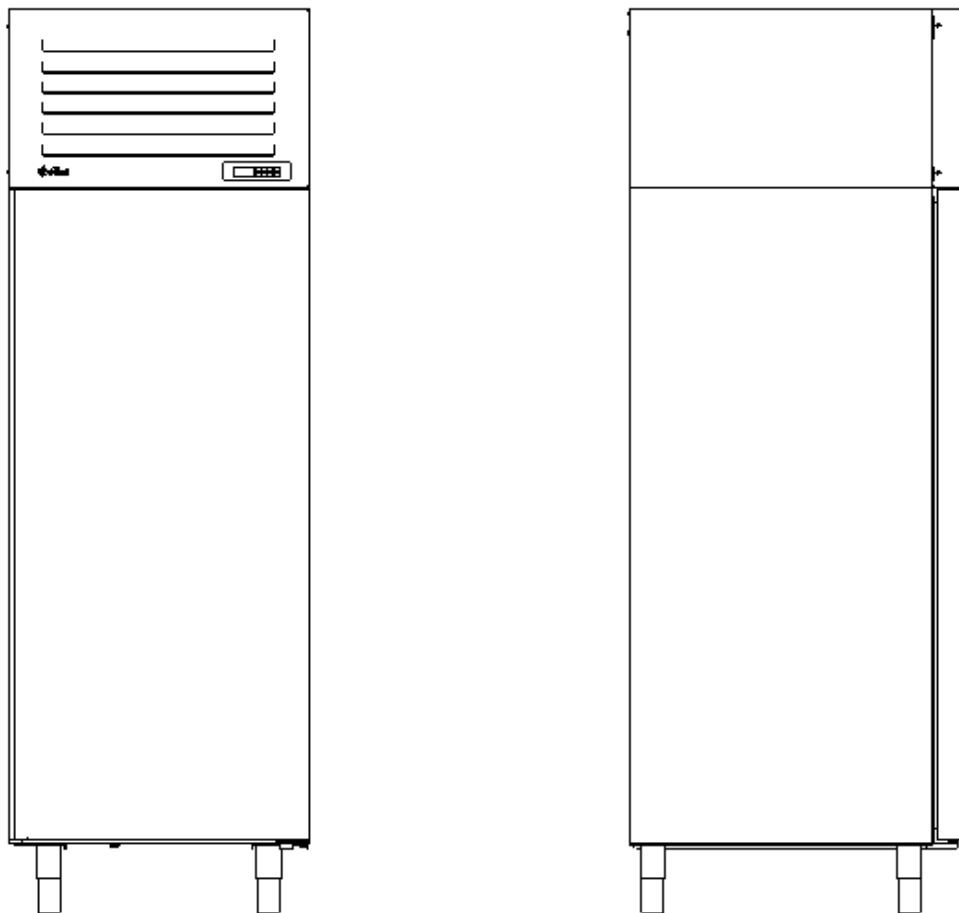
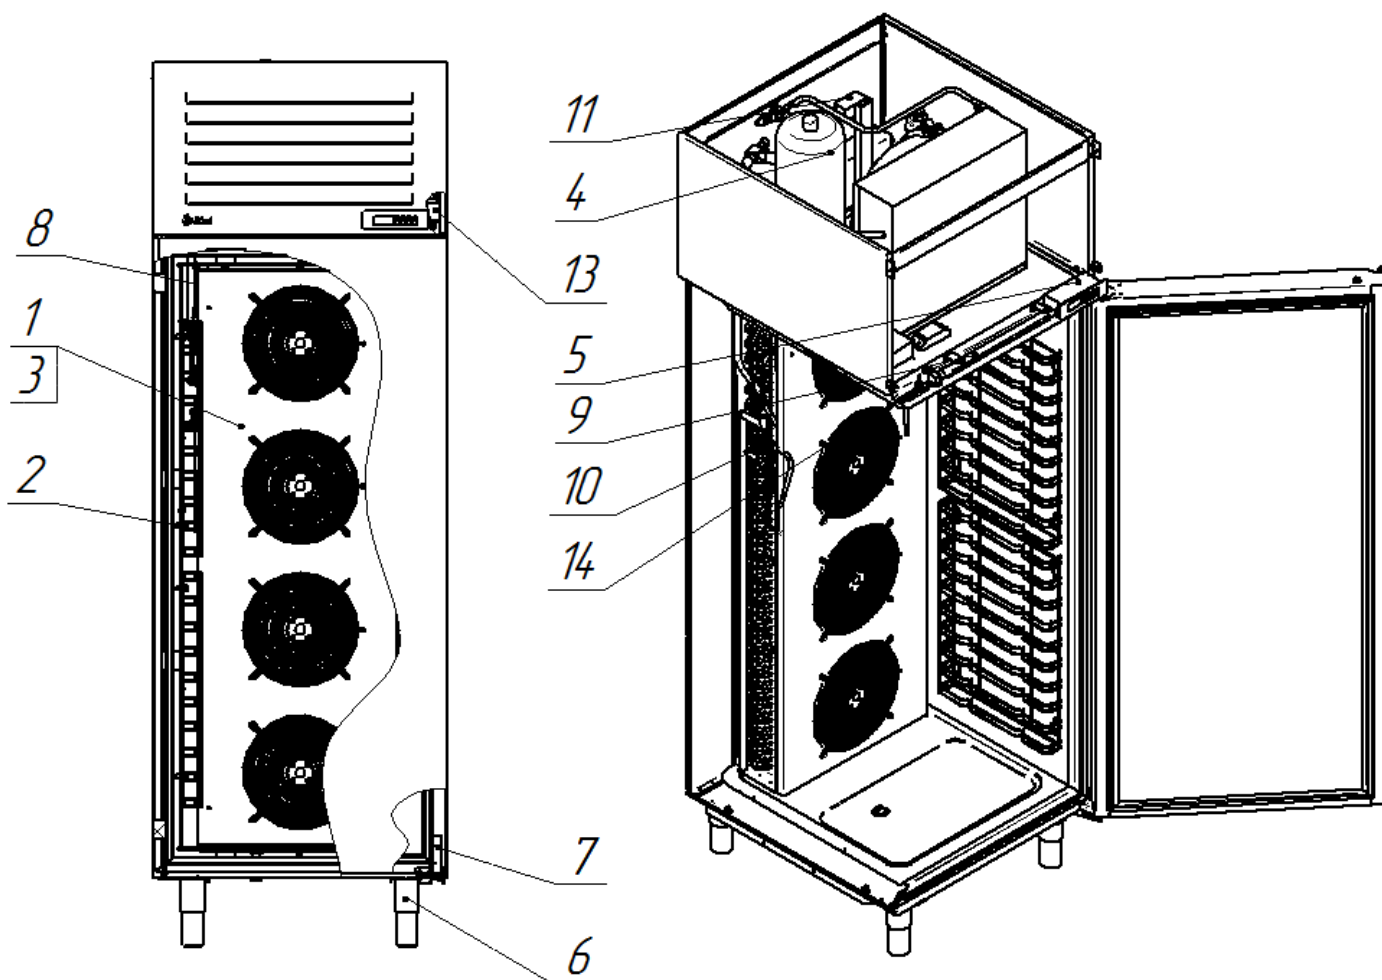

Рис. 3 Общий вид шкафа
Рис. 4 Устройство шкафа
Общий вид шкафа приведен на рис.3. Устройство шкафа приведено на рис.4 .
12. датчиков температуры (находятся под кожухом вентиляторов испарителя в левом верхнем углу, на рис. 4 не указан);